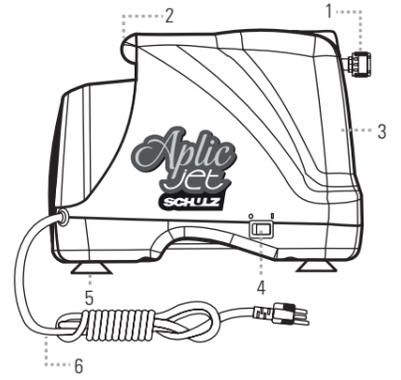

FIGURA 7.1 - COMPRESSOR
- Ligue o compressor através do interruptor (Figura 7.1).